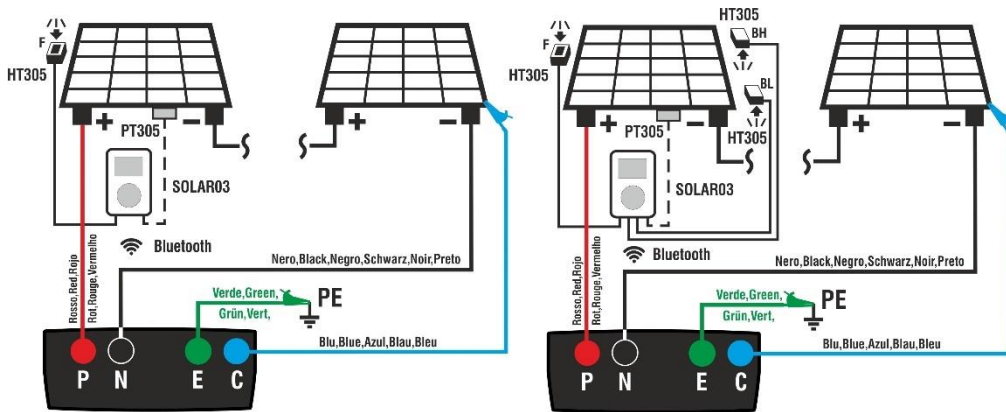

Fig. 11: Conexión con SOLAR03 en conexión directa sobre módulos Mono/Bifaciales
2. Conecte el instrumento al módulo/string en pruebas y eventualmente al nodo principal de tierra de la instalación y a las masas metálicas puestas a tierra como se muestra en Fig. 11. En particular:
- **En el caso de módulos Bifaciales** → posicione las **3 células de referencia HT305** sobre el plano frontal del módulo (**F**), sobre la parte superior trasera (**BH=BackHigh**) y sobre la parte inferior trasera (**BL=BackLow**) del módulo. Conecte la célula de referencia frontal (F) en la entrada “**INP1**”, la célula de referencia BH en la entrada “**INP2**”, la célula de referencia BL en la entrada “**INP3**” y **eventualmente** la sonda de temperatura **PT305** en la entrada “**INP4**” de la unidad remota. De acuerdo con la norma IEC/EN60904-1-2, el instrumento calcula el valor de irradiancia frontal equivalente (Irr_{eq}) que corresponde a la irradiancia en el plano frontal produciendo los mismos efectos que la irradiancia detectada en ambas caras teniendo en cuenta el coeficiente de bifacialidad (φ) del módulo según la siguiente relación: